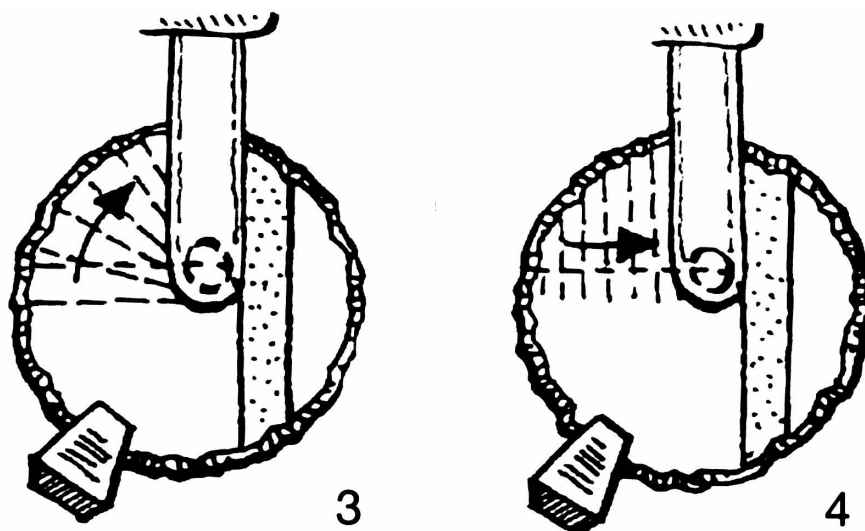

FIG. 072
- Terminamos el corte de tala, algún cm por debajo del semicorte de tala anterior. **FIG. 072**
- Forzaremos la caída del árbol. **FIG. 072**